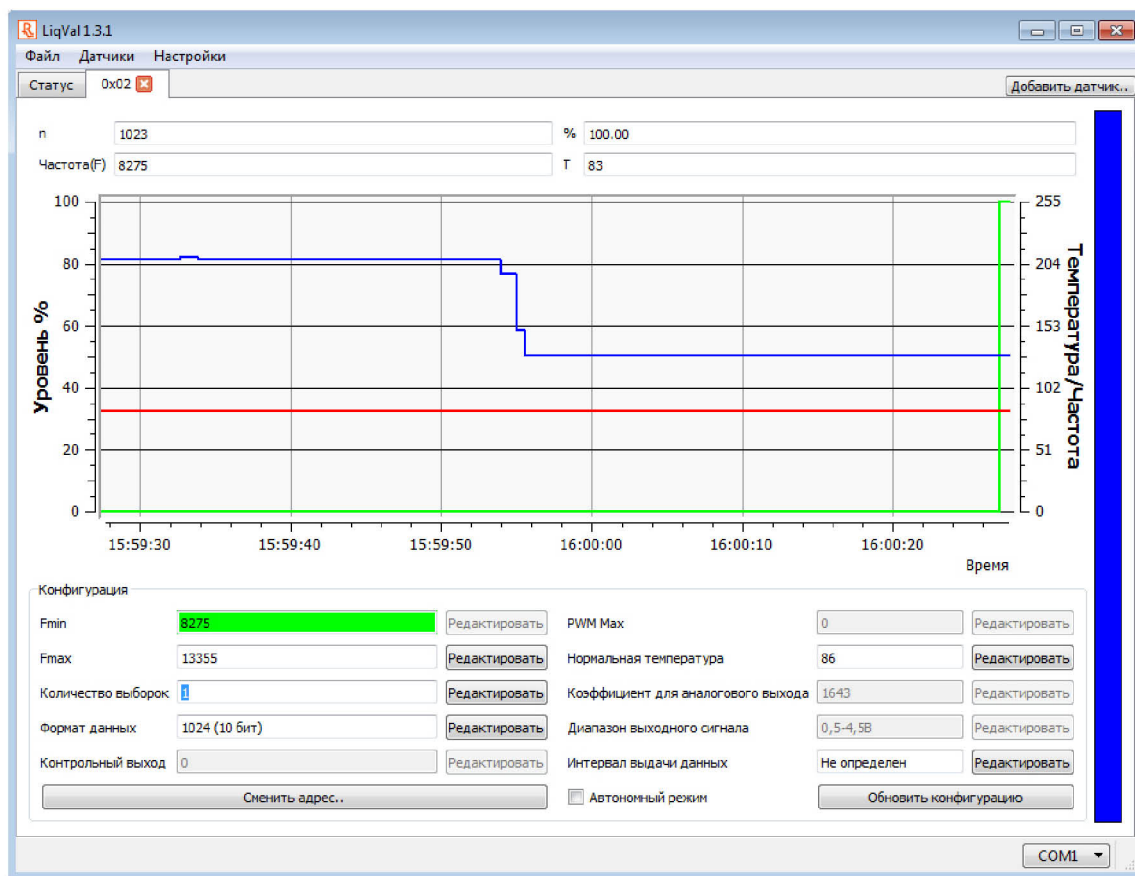

Рисунок 8. Калибровка датчика для полного бака
10. Откалибровать верхний предел (полный бак). Для этого необходимо нажать кнопку «Редактировать», расположенную напротив поля «Fmin» (рисунок 8). Данные из поля «Частота(F)» занести в поле «Fmin» и нажать кнопку «Принять». В случае успешной установки верхнего предела поле «Fmin» мигнет зеленым цветом (рисунок 8).